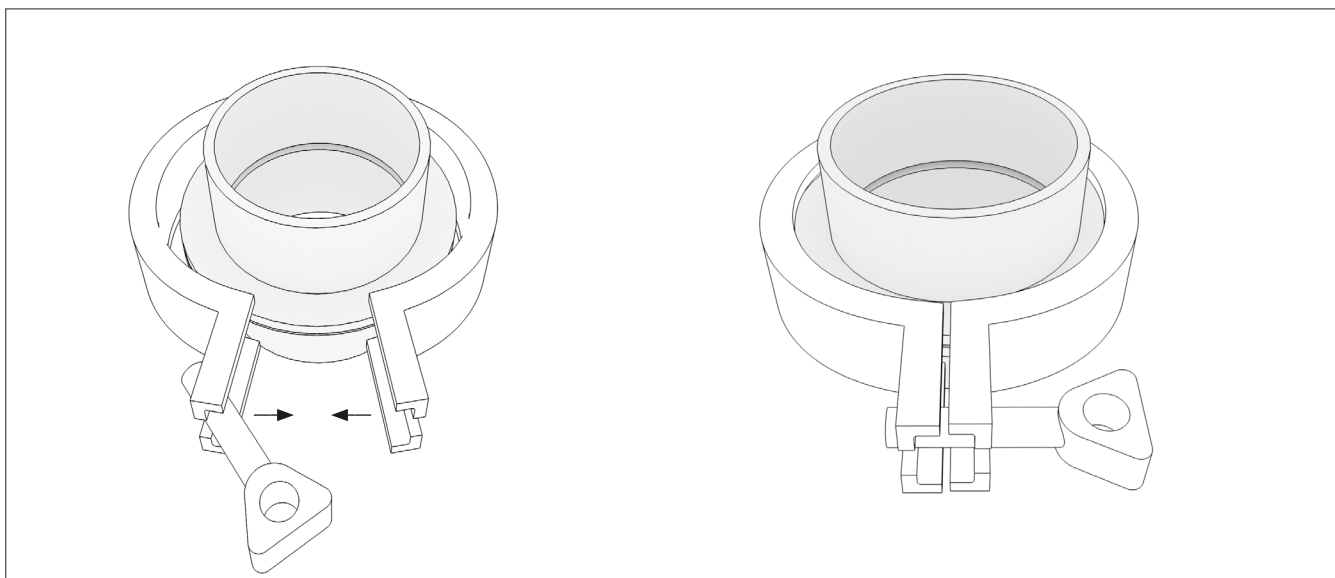

Рис. 2
- Кламп (CLAMP) соединения всех основных съемных узлов. Эти соединения более износостойки, надежны, менее чувствительны к загрязнению, удобны и обеспечивают простоту и высокую скорость отсоединения элементов, в отличие от резьбовых соединений (рис. 2).